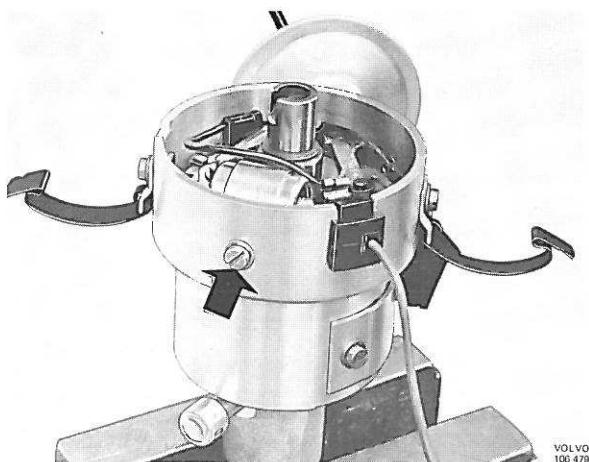

Fig. 3-48. Dépose de condensateur et de câble primaire
2. Repérer la position des attaches du couvercle et les dégager. Déconnecter le câble des contacts de rupteur et déposer le condensateur, voir la fig. 3-48.